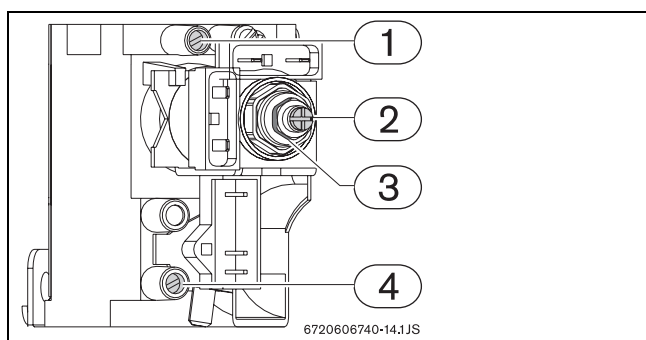

Fig. 15 Punti di controllo/regolazione gas
- Svitare la vite posta internamente alla presa di pressione bruciatore(→Fig. 15, pos. 1) senza toglierla ed inserirgli il tubo del manometro gas.
- Con una chiave di misura corrispondente, ruotare il dado (→Fig. 15, pos. 3).
- Tenere fermo il dado (→Fig. 15, pos. 3) con una chiave di misura corrispondente.
- Con un cacciavite **non magnetico** ruotare la vite (→Fig. 15, pos. 2).